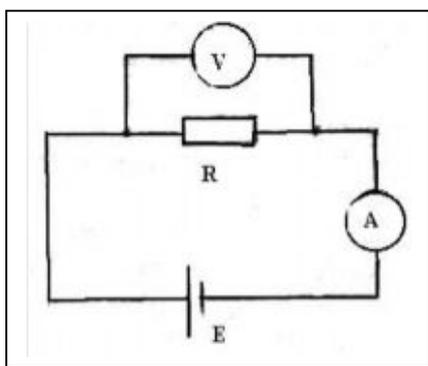

Рис.3
*Амперметр* называется прибор, служащий для измерения силы тока. При измерениях амперметр включают в цепь последовательно, т.е. так, что весь измеряемый ток проходит через амперметр (рис.3). Так как амперметр при включении в цепь влияет на величину тока, то необходимо чтобы сопротивление амперметра было как можно меньше. Покажем на примере.
*Вольтметрами* называют приборы, служащие для измерения напряжения. При измерениях вольтметр, включают параллельно тому участку цепи, на концах которого хотят измерить разность потенциалов, т.е. вольтметр соединяют с теми точками в цепи, разность потенциалов которых нужно измерить (рис.3).